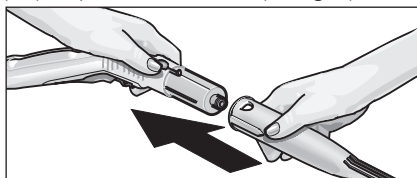

Fig. 2: Montar acessórios na pistola de vapor
- Monte o acessório desejado (D1,E1,F1) na pistola de vapor (C1). Para isso coloque o fim tubular do acessório na pistola de vapor (C1). Introduza o acessório na pistola de vapor até que a tecla de desbloqueio (C2) da pistola se encaixe (ver fig. 2).